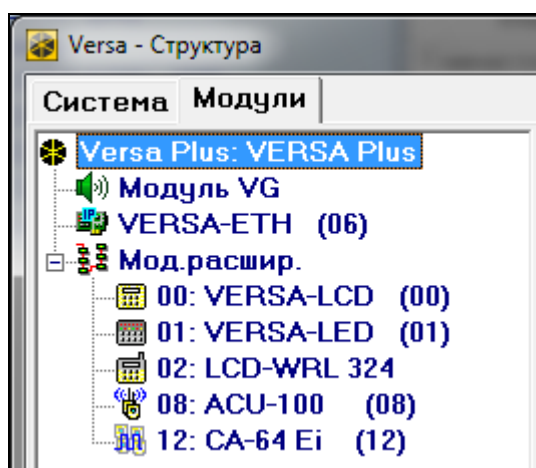

Рис. 12. Программа DLOADX: список устройств, подключенных к прибору, отображается в закладке «Модули», в окне «Versa – Структура».
- программы DLOADX: окно «Versa – Структура» → закладка «Модули». Список устройств отображается в виде дерева с левой стороны окна (рис. 12). Кликните по названию устройства для настройки.